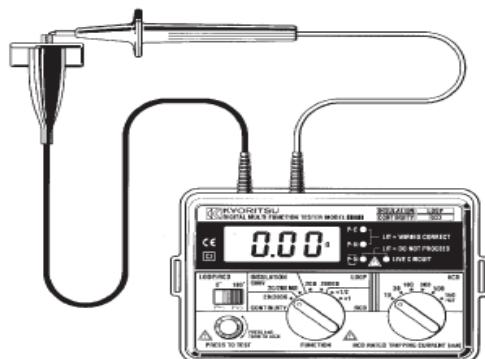

Fig 2
2. 将使用的测试导线终端连接在一起 (参见图 2) 并操作测试键。